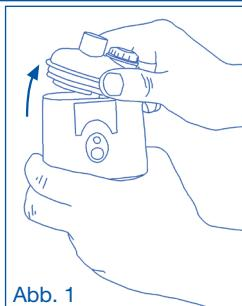

Abb. 1
**1. Nehmen Sie den Oberteil (A3) aus dem Gerätkörper (Abb. 1)**
- Trennen Sie das Gerät (A) vom Netzteil, indem Sie das Netzkabel (G) abziehen.
- Nehmen Sie den oberen Teil (A3) vom Gehäuse (Abb. 1) und das angeschlossene Zubehör ab.